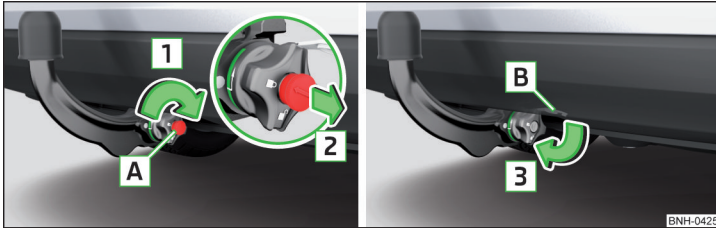

Abb. 225 Schloss verriegeln und Schlüssel abziehen / Kappe auf das Schloss stecken
- Den Schlüssel **A** in Pfeilrichtung **1** drehen, sodass der Pfeil am Schlüssel zum Symbol  » Abb. 225 zeigt.